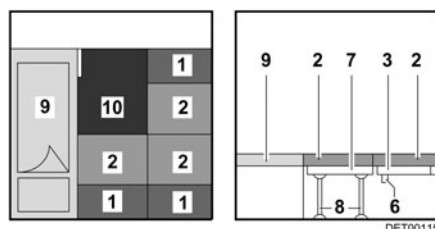

Fig. 89 Après la transformation
- Tirer les coussins d'assise (Fig. 89,2) vers le centre.
- Placer les coussins de dossier (Fig. 89,1) entre les coussins d'assise et la cloison.
- Poser le coussin supplémentaire (Fig. 89,10) à côté du lit (Fig. 89,9).